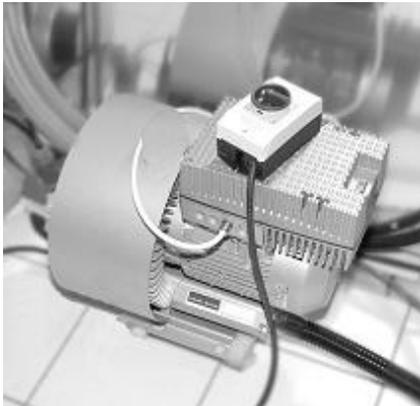

Abb. 40: Vakuumpumpe (Beispiel)
- Industrievakuumpumpe (Abb. 40) zur Absaugung bis 6000 Watt inklusive 8 Meter Schlauch und entsprechend passender Saugrohrführung